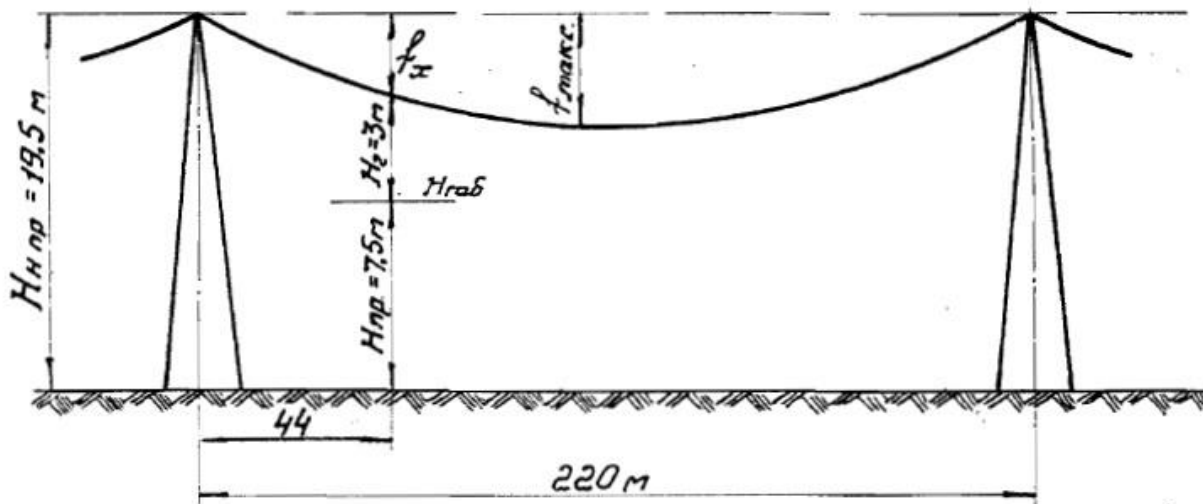

Рисунок 8 – Схема пересечения ВЛ 35 кВ линией связи I класса.
36. Проверить обеспеченность требуемого габарита при пересечении ВЛ 35 кВ линией связи I класса (рис. 8). Марка провода, выбранного в результате электрического расчета ВЛ АС 70. Климатические условия: $P=50$ кг/м², $C=10$ м. $t_{\max} = +38^{\circ}$ С. Опоры металлические У-110-1+9. Высота подвески нижнего провода равна $H_{\text{н.пр.}} = 19,5$ м. Высота подвески верхнего провода линии связи $H_{\text{пр.}} = 7,5$ м. Требуемый по ПУЭ габарит пересечения $H_{\text{габ.}} = 3,0$ м.